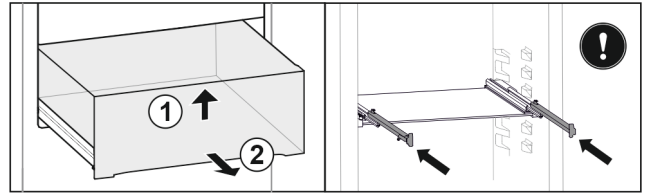

Fig. 22
- ▶ Повдигнете чекмеджето отпред. Fig. 22 (1)
- ▶ Извадете чекмеджето напред. Fig. 22 (2)